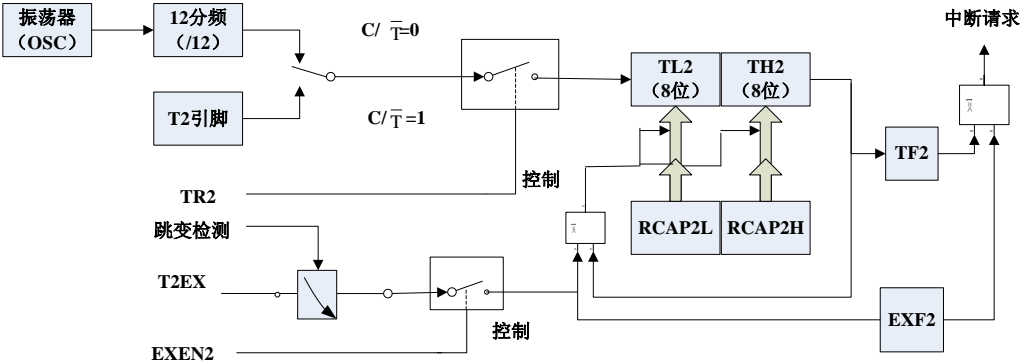

图 17-13 T2 重新再装入模式的结构
- 当 EXEN2=0 时,当 T2 计满回 0 溢出,将中断申请标志位 TF2 置位为 1,同时又将 RCAP2L、RCAP2H 中的初值分别重新再装入 TL2 和 TH2 中,继续下一轮计数。T2 的重新再装入模式的结构,如图 17-13 所示。这种工作方式的功能与 T0、T1 的模式 2 相同,只是 T2 为 16 位,计数范围更大。